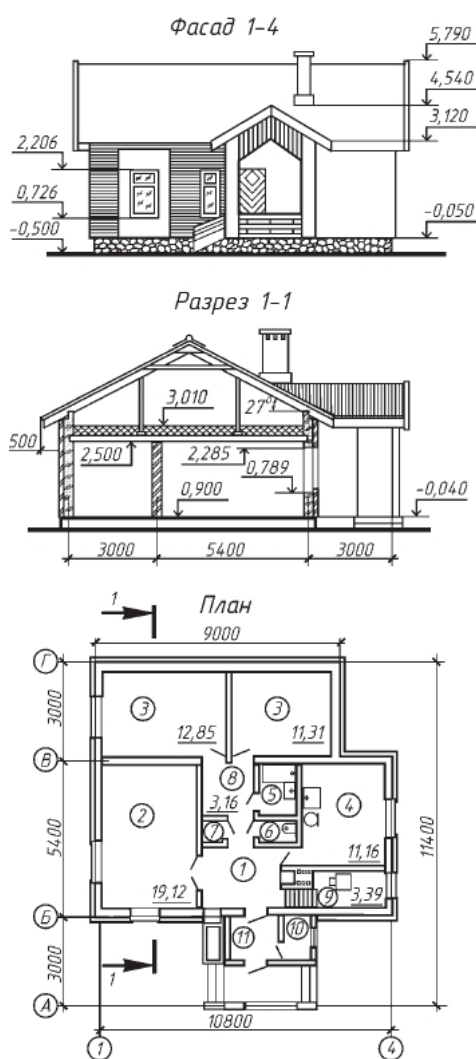

Рис. 13-14
**Задание №2.** Пользуясь рассмотренной ранее последовательностью, прочитайте архитектурно-строительный чертеж (рис. 13-14), на котором дан проект одноэтажного одноквартирного трехкомнатного жилого дома.